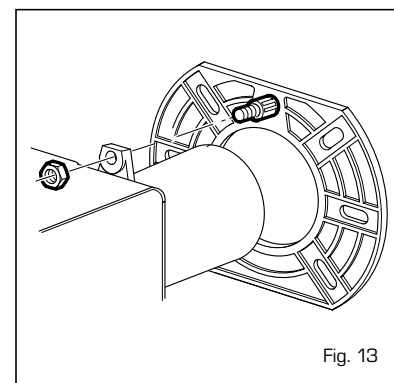

Fig. 13
Raggiunta la temperatura, il termostato, posto sopra il preriscaldatore (1 fig. 13/b), darà il consenso all'avviamento del bruciatore.
Per smontare il bruciatore dalla portina della caldaia togliere il dado (fig. 13).
- aprire il coperchio dell'apparecchiatura bloccato da una vite, staccare i cavi del riscaldatore (1 fig. 13/a) protetti dalla guaina ter-
- allentare il raccordo (2 fig. 13/a) e togliere le quattro fiti che fissano il collare (3 fig. 13/a) al bruciatore.